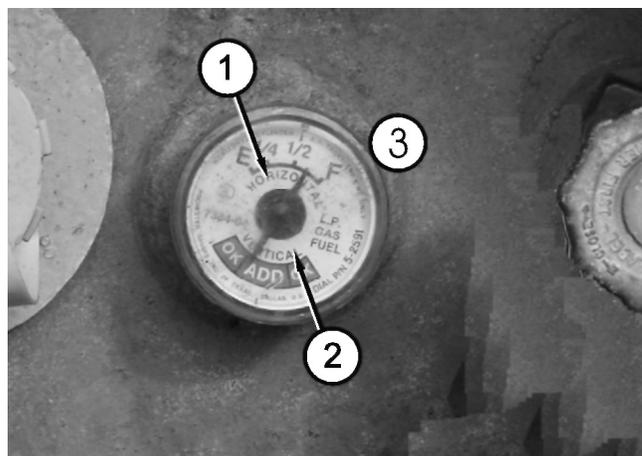

Abbildung 11.8 - Kraftstoffpegel
Überprüfen Sie den Benzinpegel im Kraftstofftank und/oder die Menge des Flüssiggases in den Gasflaschen. Zur Überprüfung des Flüssiggasstands lesen Sie die Tankanzeige ③ ab (siehe Abbildung 11.8).
Flüssiggastanks haben an ihrer Oberseite zwei (2) Kraftstoffanzeigen. Die eine Anzeige misst korrekt, wenn der Tank aufrecht steht (VERTIKAL) ②, die andere misst korrekt, wenn der Tank liegt (HORIZONTAL) ①. Beide Anzeigen geben den Füllstand in Bruchteilen eines vollen Tanks an. (siehe Abbildung 11.8).